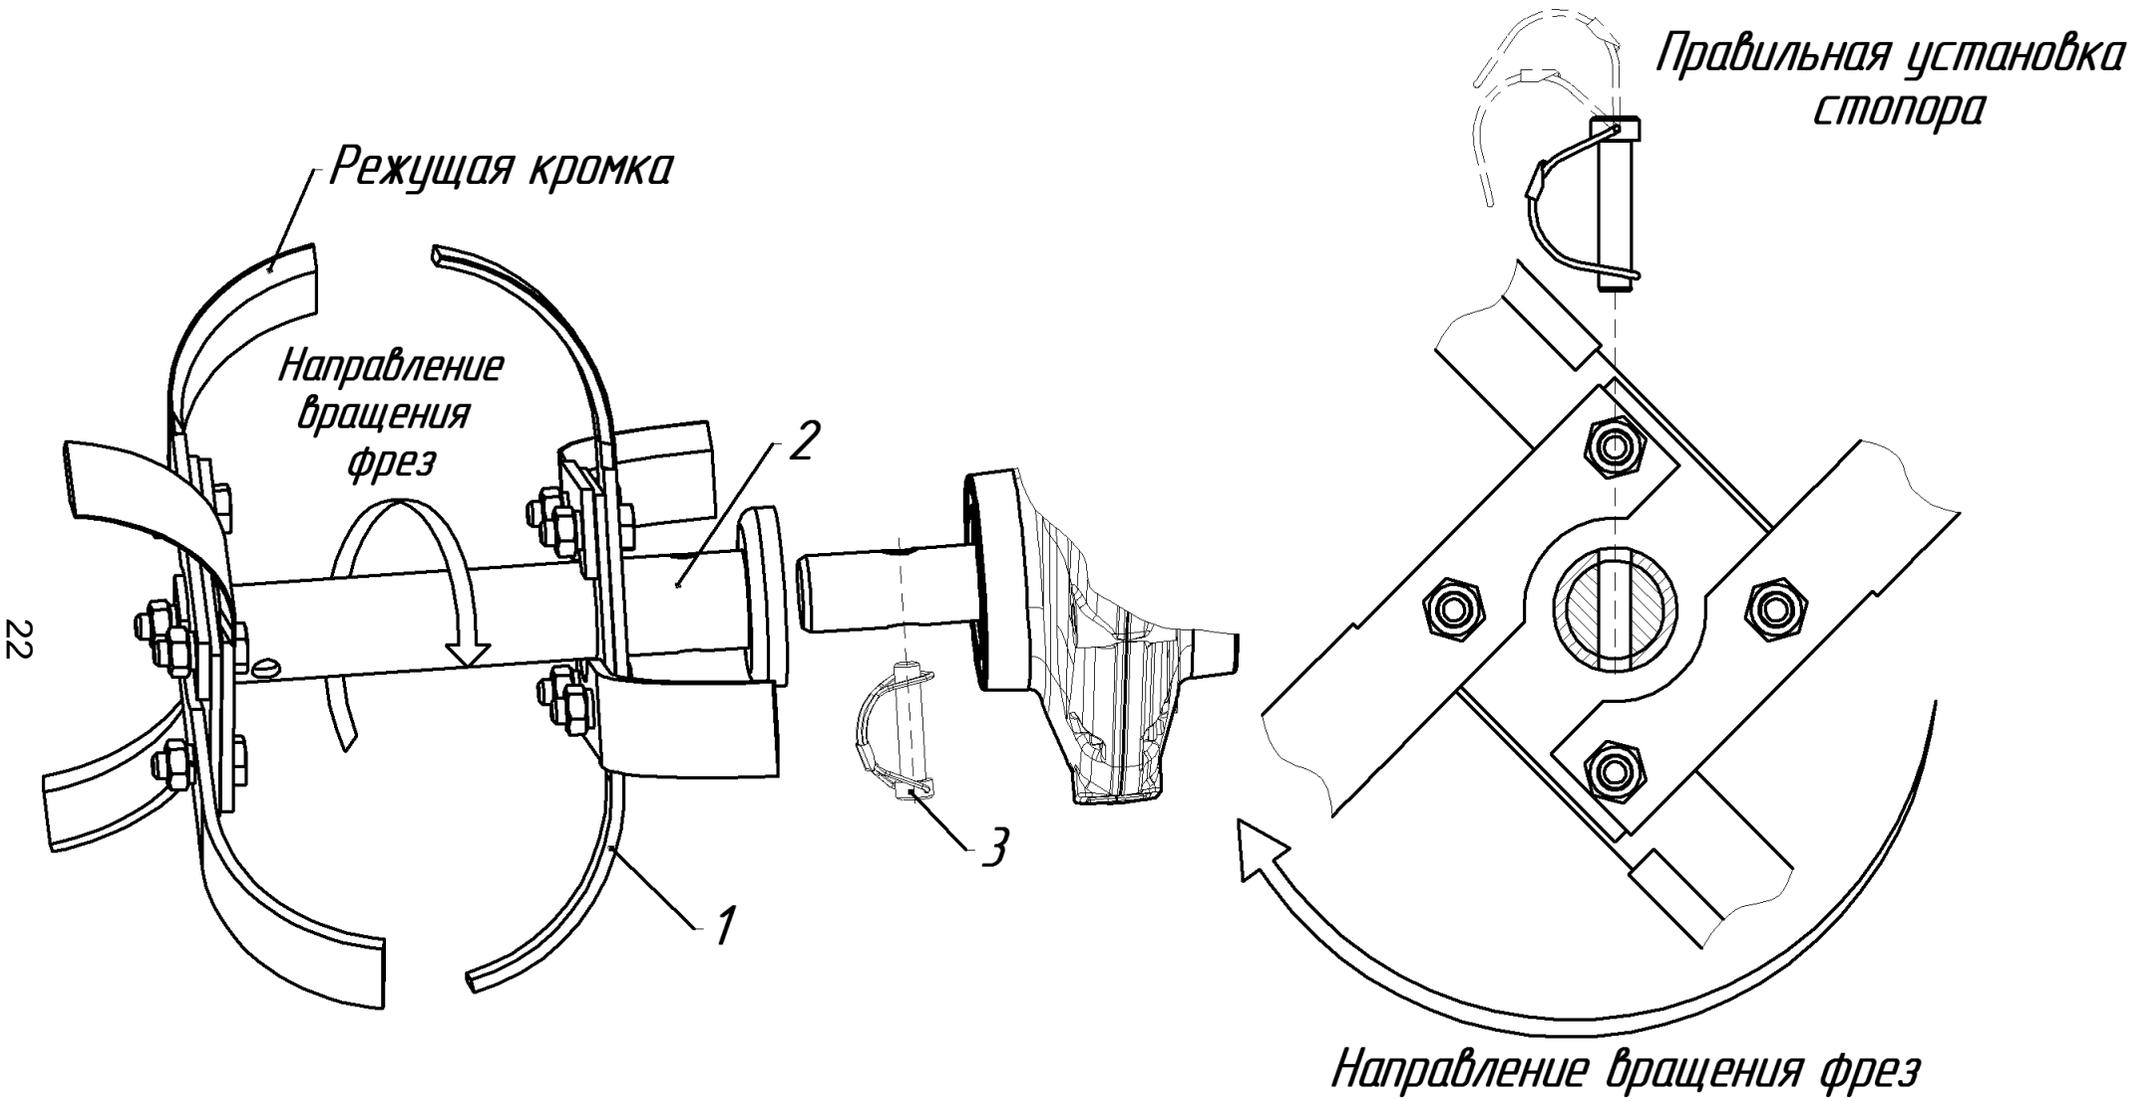

Рис.10 Установка 4-х фрез-культиваторов
7. Установить фрезы-культиваторы на выходной вал редуктора и зафиксировать их стопорами. Стопоры устанавливаются спинкой (выгнутой частью) по ходу движения (рис.10, 11).
Установите на выходной вал редуктора и закрепите стопорами необходимое количество фрез-культиваторов (рис.10, 11), установите закрылки (рис.8) и наденьте защитные очки.